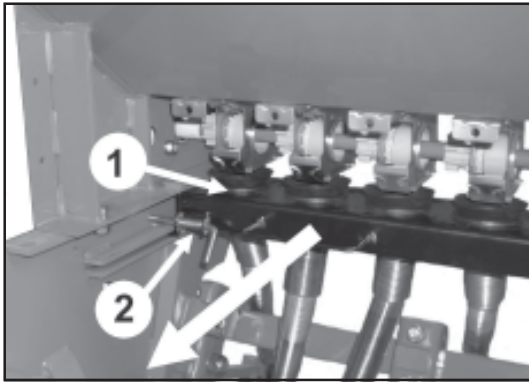

fig. 12
**PREMIER:** faire glisser la barre porte manchons (1, fig. 12) en avant, en laissant les crochets (2, fig. 12) qui soutiennent la barre en position de travail pour placer l'auget.